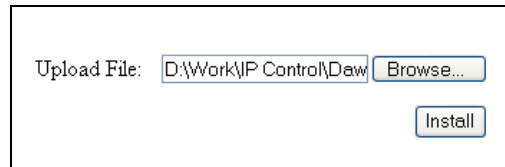

Figure 30 : Mode sans échec – Restauration du firmware (1)
1. À partir du menu, choisissez **Firmware Upgrade**. La Figure 30 apparaît :